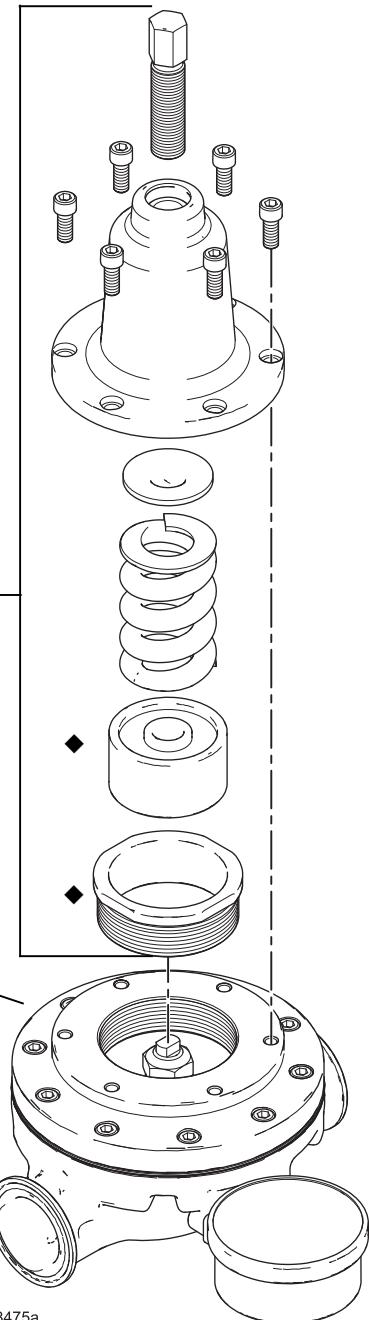

図 2. 逆圧力レギュレーターのセクション
- BPR を修理するには、ご利用の装置に応じて以下の指示を参考してください（図 2 を参照してください）。